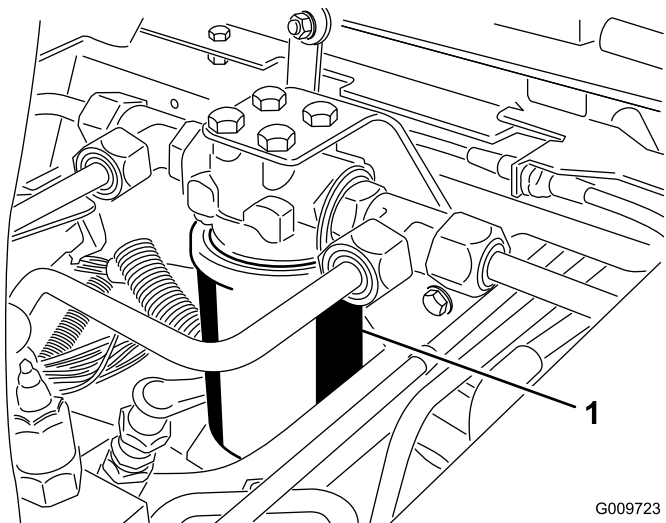
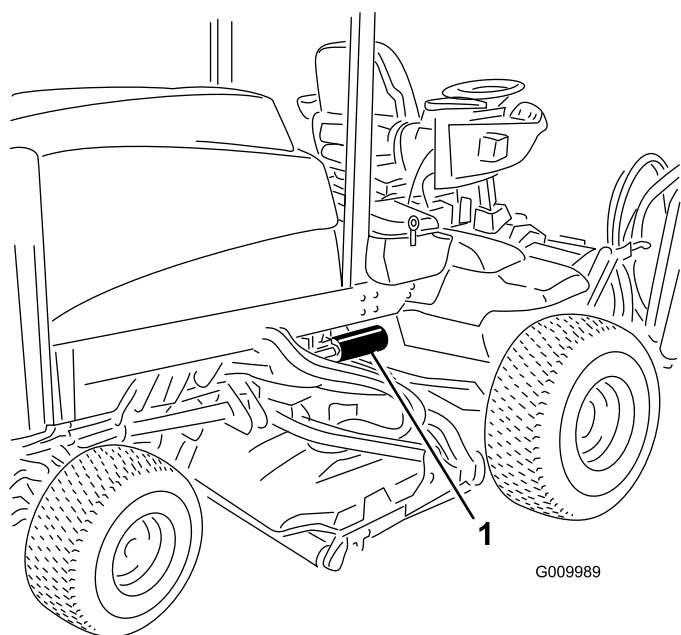

Figure 76
Figure 77
2. Nettoyez la zone autour de la surface de montage du filtre. Placez un bac de vidange sous le filtre et déposez le filtre (**Figure 76** & **Figure 77**).